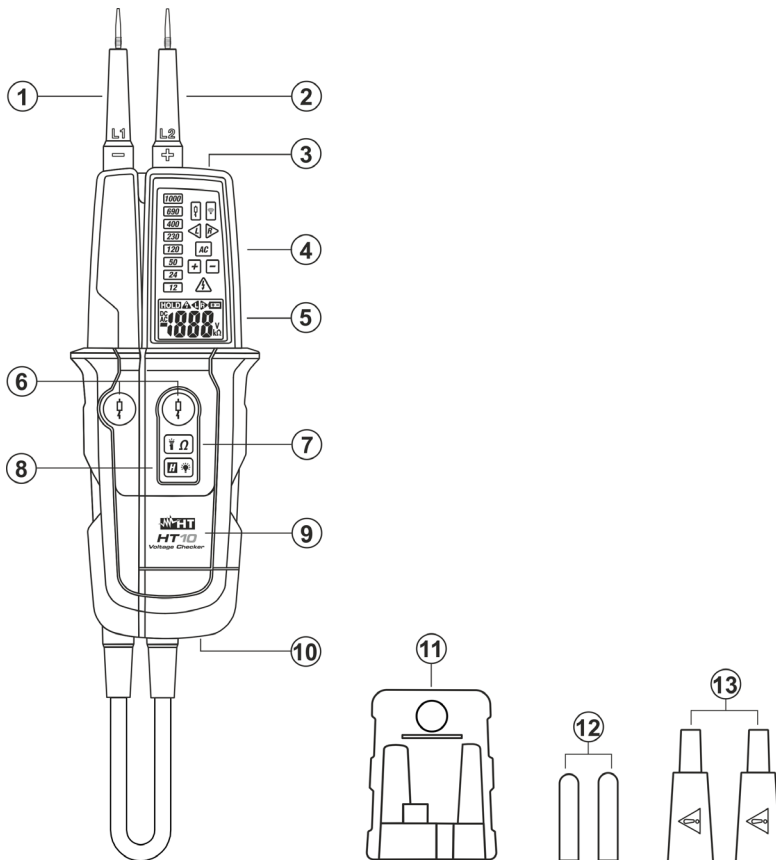
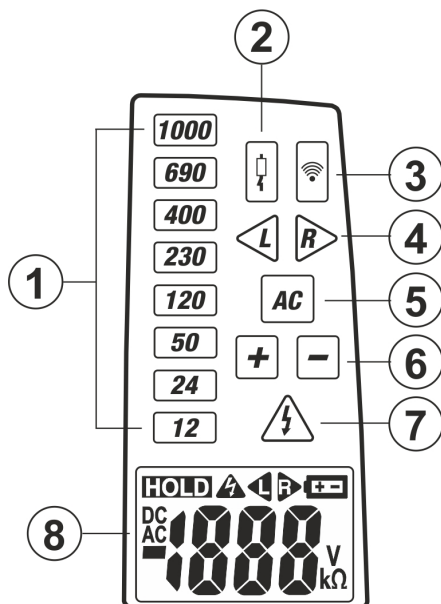

Fig. 1: Descrição do instrumento
Fig. 2: Descrição dos LED de advertência
4. **Premir simultaneamente os dois botões (ver Fig.1 – parte 6). A tensão real presente é apresentada com acendimento dos LED's vermelhos e do display. O símbolo CA e o LED de medição com baixa impedância (ver Fig.2 – parte 2 são apresentados.**